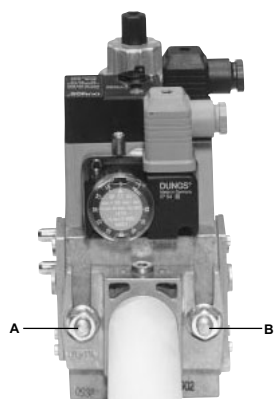
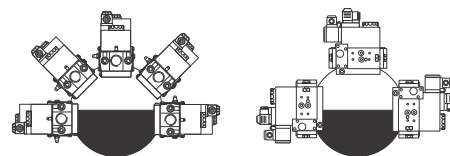

Рис. 25
Рис. 28
3. Затянуть винты A, B, C и D (Рис. 25 - Рис. 26), (Рис. 28), соблюдая дистанции монтажа (Рис. 28);